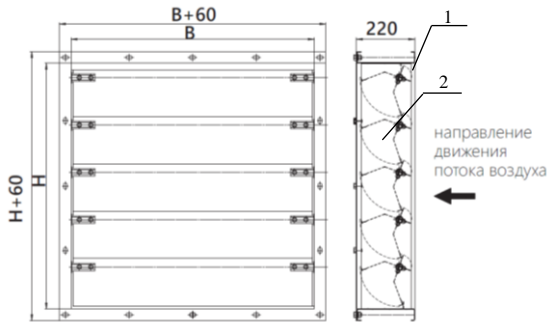

Рисунок 1 – Клапан обратный лепестковый типа «KP-FDS-TUL»
2.1. Конструкция клапана обратного лепесткового типа «KP-FDS-TUL» показана на рис. 1. Основные технические данные приведены в таблице 1.